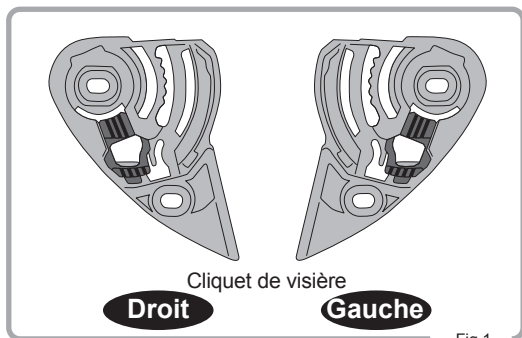

Fig.1
1. Vérifiez le côté du cliquet de visière (Fig. 1)